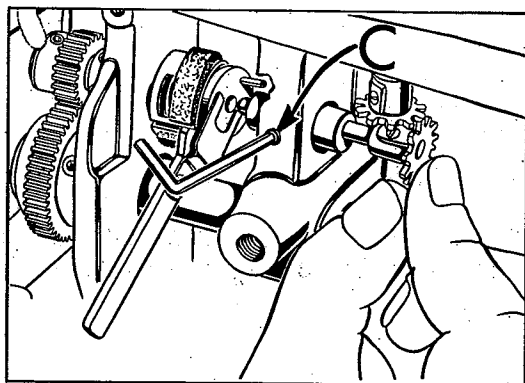

Fig. 22
4. Colóquese el fieltro precintador de aire (J) en el eje del gancho.
5. Insértese el disco de la bomba (F) en la herramienta del conjunto No. 21227 BY, con el pasador de parada en el lado del resorte de la herramienta a 180° del mango. Insértese el disco aproximadamente la mitad hacia dentro del resorte y centro en la herramienta (Fig. 22).
6. Insértese el eje de control de aceite del gancho (D) en su manguito (L) parcialmente en su perno que está situado directamente detrás del eje del gancho, teniendo cuidado de NO DEJAR CAER el pasador-pivote del disco (F).
7. Un corte de espacio libre en la orilla de la copa medidora, situado entre la cola de milano y la ranura larga, horizontal, ha sido provisto para la herramienta del disco de la bomba y deberá estar enfrente de la operaria (Fig. 22).
9. Empuje el manguito del eje de control de aceite del gancho (L) hacia la izquierda hasta que el eje de control (D) esté a una distancia aproximada de $1/16$ " (1,59 mm) del disco de la bomba (F). Cerciórese de que el pasador-pivote del eje de control (E) asiente en la depresión en el centro del disco de la bomba. Apriétese el tornillo de sujeción (C, Fig. 22) y retírese la herramienta del conjunto. Cerciórese también de que el fieltro precintador del aire (J) se haya asentado en el disco de la bomba.